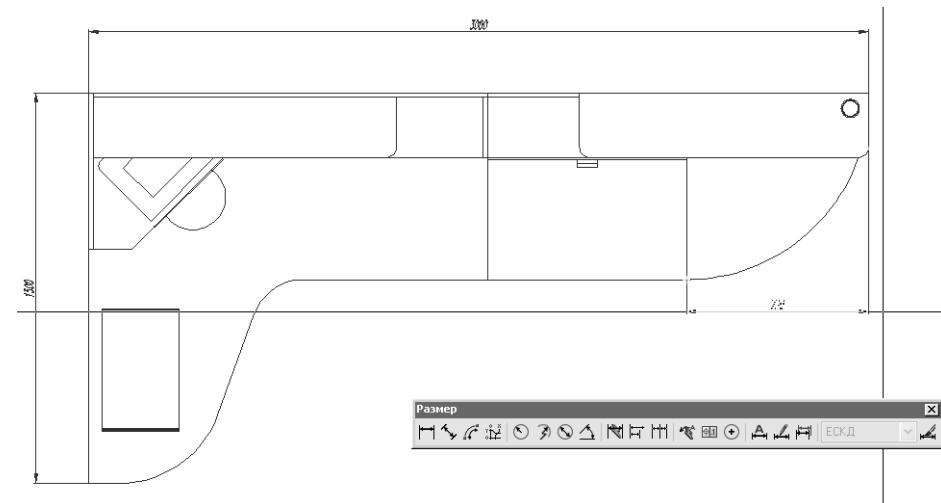

Рис. 11.12 ▼ Задание расположения горизонтального размера, показывающего длину углового стола
8. Теперь давайте создадим размерную цепь. Однако сначала нужно создать первый размер, который затем будет продолжен в виде размерной цепи. Для этого лучше всего подходит угловой стол, находящийся на чертеже рабочей зоны справа. Создайте линейный размер, показывающий длину этого стола в соответствии с рис. 11.12.